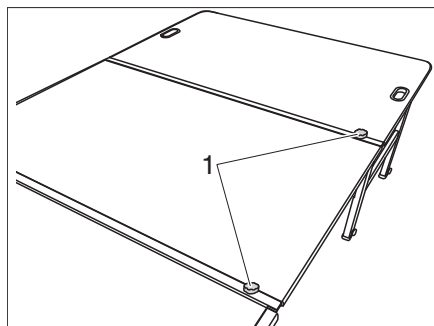

Bild 31 Sicherung anbringen
- Sternschrauben (Bild 31,1) in die beiden Schienenverbunde zur Sicherung einschrauben.